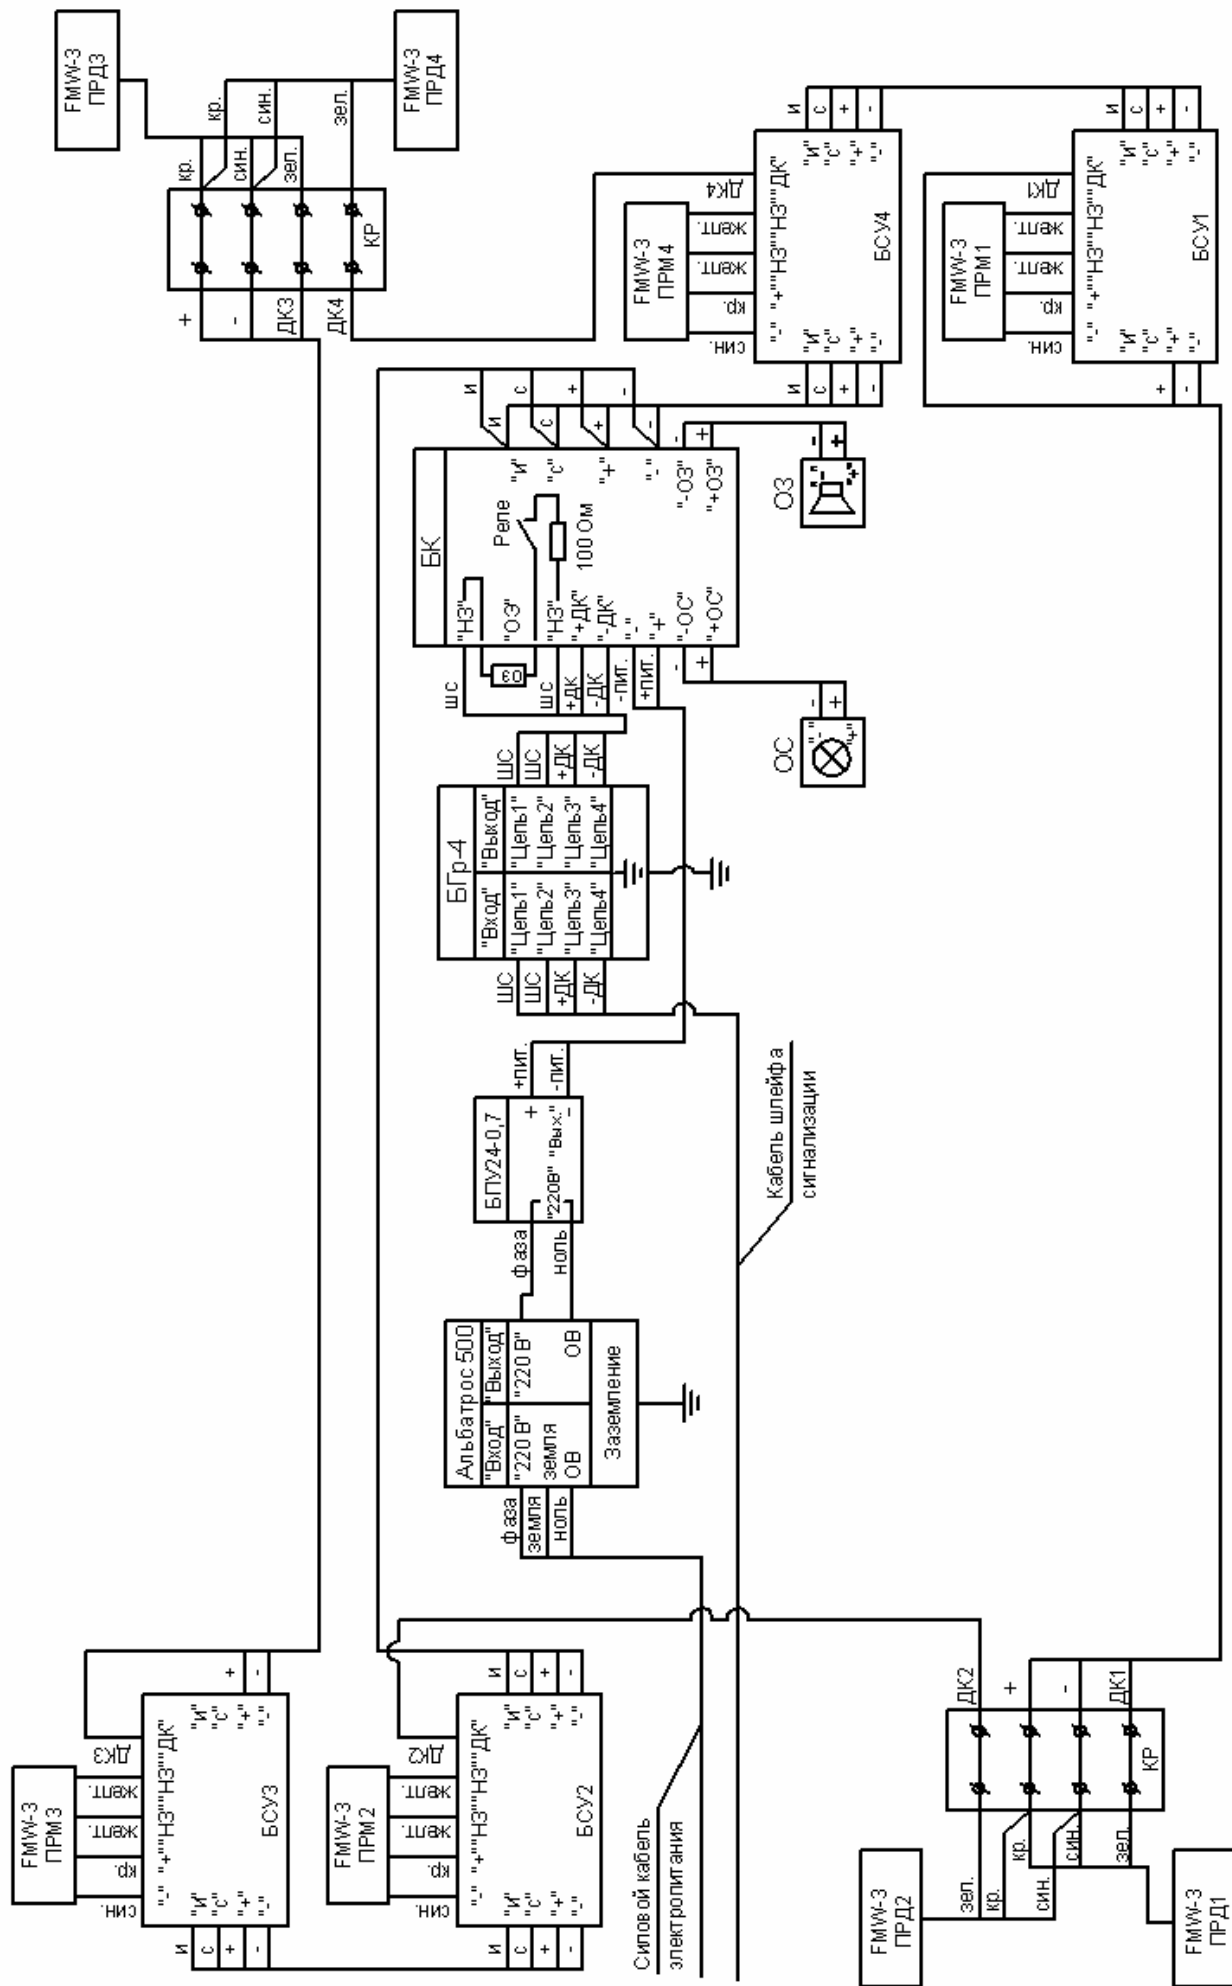

Рисунок 8.5 – Схема соединения извещателей и блоков системы для охраны периметра.
8.2.3.1 Произвести коммутацию цепей в соответствии со схемой на рисунке 8.4 (если применяются двухпозиционные извещатели см. рисунок 8.5). Вместо оконечного элемента (ОЭ) на заводе-изготовителе установлена перемычка.